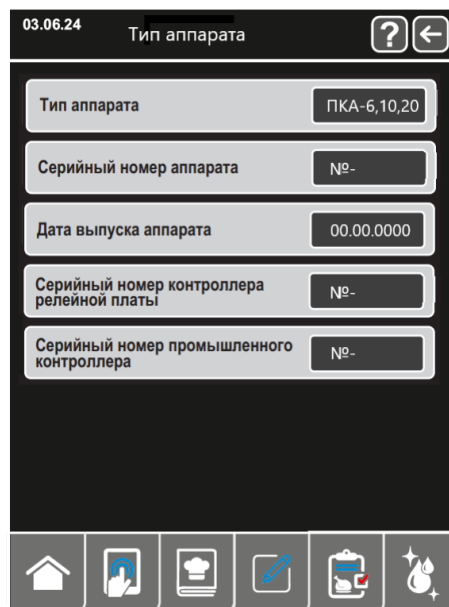

Рис.15.8 Окно тип аппарата
5.6.5.1 Нажмите на строку Тип аппарата, отобразиться окно рис.15.8 с серийными номерами и датой выпуска ПКА, Тип аппарата задан – конфигурация – сервисный уровень доступа.